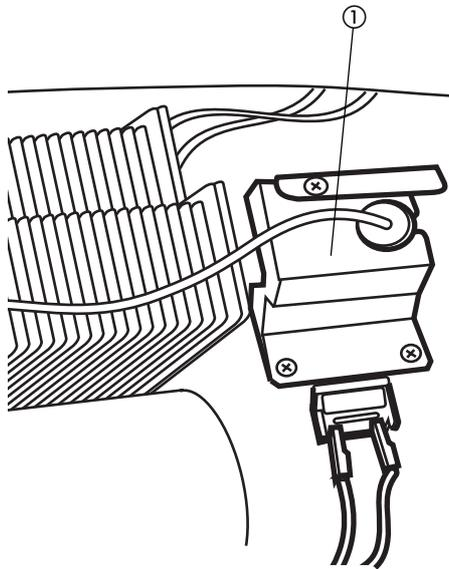
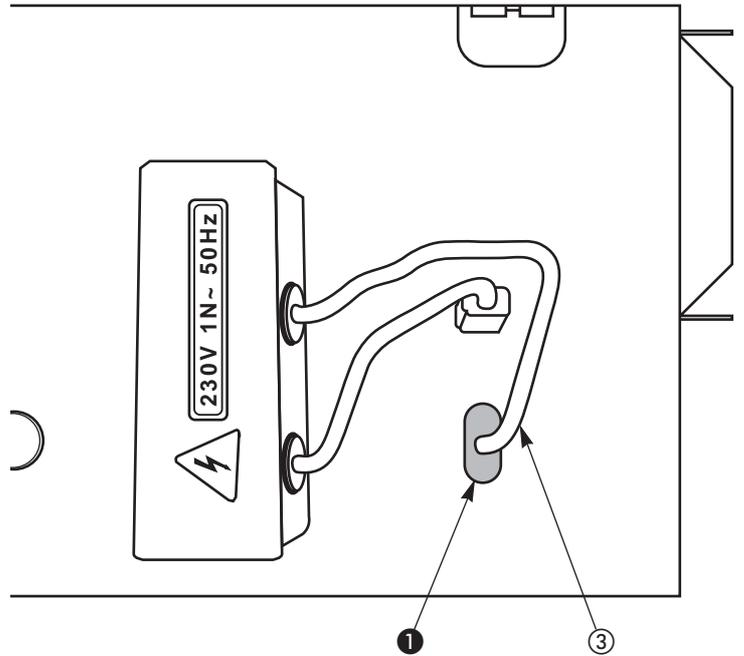

Fig. 6 - Abb. 6
Fig. 7 - Abb. 7
- Take the cables ref. ② and connect the 3 cables with splice terminals to the 3 terminals that are now free. The connector located at the other end of the cable must be connected to board A1.
- Connect the 2 black quick-connect cables ref. ② to the thermostat (figure 6) passing them together with the sensors through slot ① (figure 5).
- Pass the 2 cables with quick-connect terminals ref. ③ through the slot ① (figure 7) and connect them to the thermostat (figure 6).
- Prendre les câbles réf. ② et brancher les 3 câbles à bornes à épissures sur les 3 bornes désormais libres. Le connecteur situé à l'autre extrémité du câble doit être branché sur le tableau A1.
- Brancher les 2 câbles noirs embrochables réf. ② sur le thermostat (figure 6) en les passant ainsi que les sondes à travers la fente ① (figure 5).
- Passer les 2 câbles à bornes embrochables réf. ③ par la fente ① (figure 7) et les brancher sur le thermostat (figure 6).
- Die Kabel (Posten ②) nehmen und die drei Kabel mit Spleißklemmen an die drei jetzt freien Klemmen anschließen. Der Konnektor am anderen Kabelende muß an Platine A1 angeschlossen werden.
- Die beiden schwarzen Schnellanschluß-Kabel, Posten ②, an den Thermostaten anschließen (Abb. 6), und sie dann zusammen mit den Sensoren durch Schlitz ① führen (Abb. 5).
- Die beiden Kabel mit Schnellanschlüssen, Posten ③, durch das Schlitz ① (Abb. 7) führen und an den Thermostaten anschließen (Abb. 6).